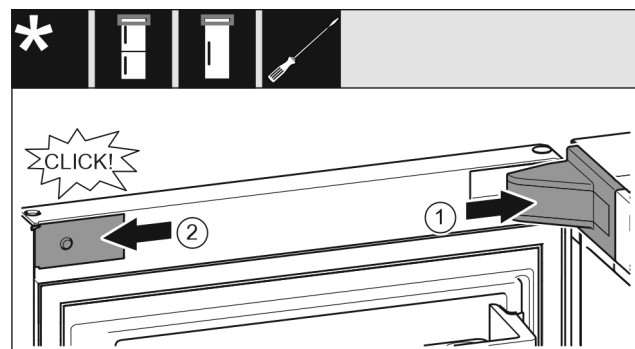

Fig. 25
- ▶ Lagerbockabdeckung Fig. 25 (1) aufsetzen und einrasten, ggf. vorsichtig auseinanderdrücken.
- ▶ Blende Fig. 25 (2) seitlich ansetzen und einrasten.